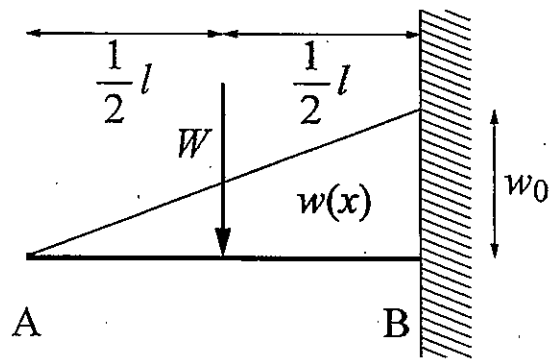

図1
(B) 図1に示すように, 長さ  $l$  のはりの右端 B が固定支点で支えられており, はりに集中荷重  $W$  と三角形形状の分布荷重  $w(x)$  が働いている. はりの左端 A からの距離を  $x$  とし, はりの断面に生じるせん断力  $F$  と曲げモーメント  $M$  を求めよ.